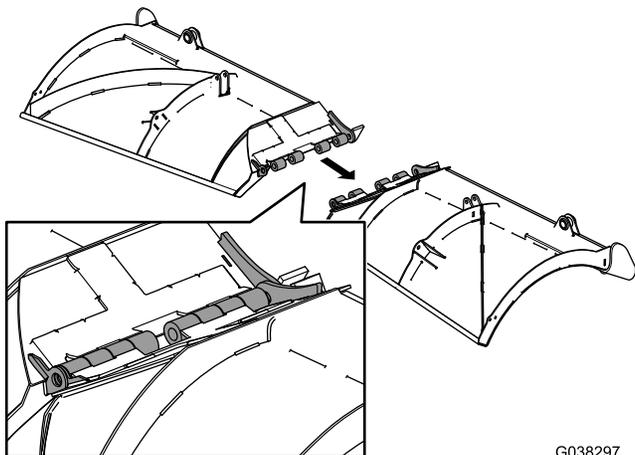

Bild 1
1. Legen Sie die linken und rechten Schilder mit der Vorderseite nach unten und ziehen Sie diese zusammen, damit die Scharniere verriegeln und die Schnittplatten aneinander ausgerichtet sind (Bild 1).